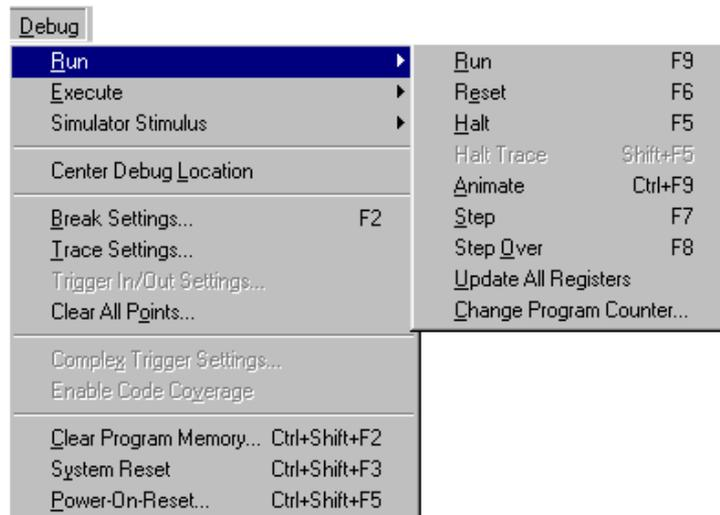

Figura 43.- Menú desplegable de la opción Debug>Run de la barra de menú
**2.1.- Run:** Cuando se selecciona *Run* aparece el menú desplegable de la Figura 43 con las opciones: